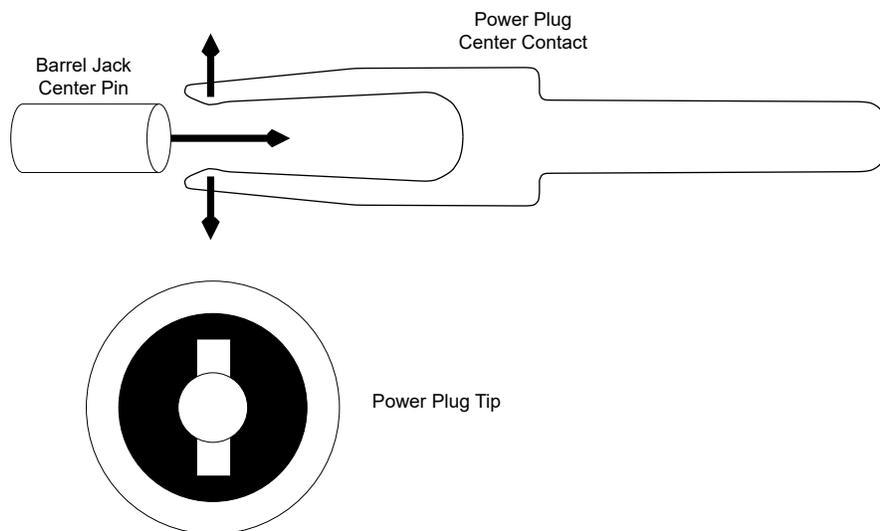

図 2-3. 「チューニングフォーク」センター コンタクトを備えた推奨電源プラグの図
- 推奨嵌合コネクタ — 同一スカイ (旧 CUI Devices) **PP3-002BH** - 「チューニング フォーク」型センタ接点を備えた電源プラグ。図 2-3 を参照してください。「チューニング フォーク」型センタ接点の 2 本の爪がたわむことで、バレル ジャックのセンタピンとの接触を維持し、接触不良が起こる可能性を防ぎます。